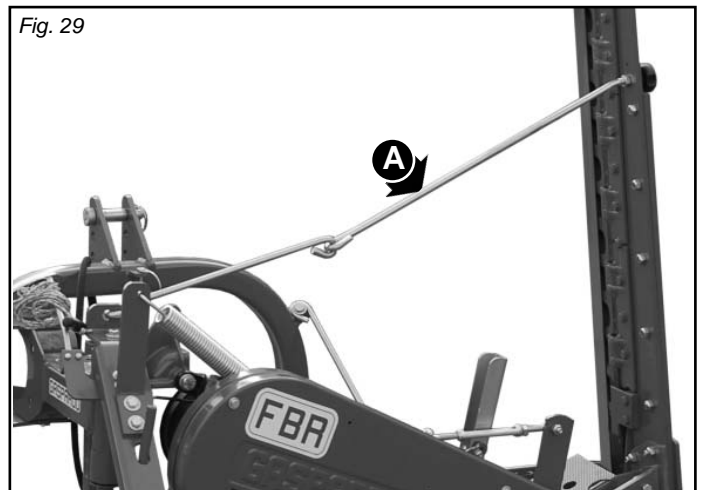

Fig. 29
- Desenganchar el tirante (A, Fig. 29) de la barra y fijarlo en su asiento.